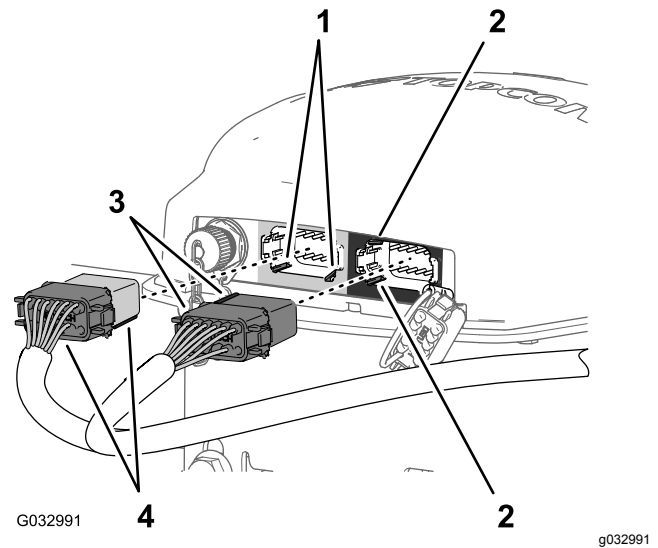

Figure 135
3. Placez les 2 détrompeurs situés sur la face longue du connecteur à 12 douilles gris et noir du faisceau de donnée en face des 2 rainures dans la paroi horizontale inférieure du connecteur à 12 broches gauche (gris) du récepteur de navigation (Figure 135).
4. Branchez le connecteur à 12 douilles gris et noir du faisceau de données au connecteur à 12 broches gauche (gris) du récepteur de navigation jusqu'à ce que les connecteurs s'enclenchent solidement (Figure 135).
5. Placez les 2 détrompeurs situés sur le côté court du connecteur à 12 douilles noir du faisceau de donnée en face des 2 rainures dans la paroi verticale gauche du connecteur à 12 broches droit (noir) du récepteur de navigation (Figure 135).
6. Branchez le connecteur à 12 douilles noir seulement du faisceau de données au connecteur à 12 broches gauche (noir) du récepteur de navigation jusqu'à ce que les connecteurs s'enclenchent solidement (Figure 135).